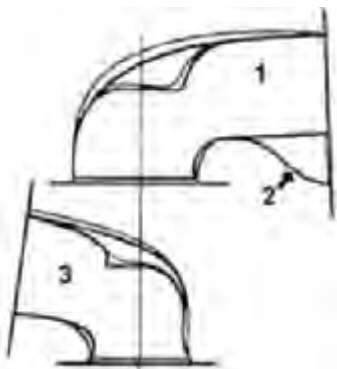

Рис. 1. 1 - впускной канал; 2 - область замедления потока; 3 - выпускной канал.
- Удалите металл с верхней части канала и вокруг выступов направляющих втулок, но не "опускайте" пол канала и не увеличивайте другие области с низкой скоростью потока. (Рис. 1.)